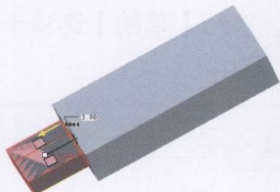
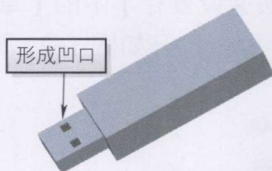

图 1-30 内侧偏移 3
图 1-31 偏移结果图
11) 单击【确定】按钮完成偏移区域的绘制, 输入偏移距离为“3.00”, 单击【更改方向】按钮, 调整偏移方向使其向内侧偏移, 如图 1-30 所示, 单击【应用】按钮创建如图 1-31 所示的凹口。